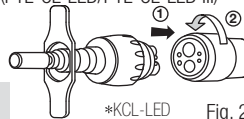

Fig. 2
*Un tirón de la instalación.(KCL-LED) (Fig.2)